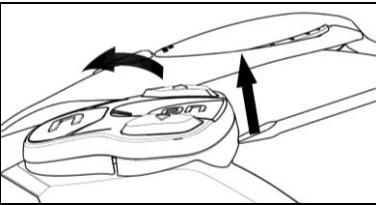

Fig. 28
- Rimuovere la tastiera dalla calotta, facendo leva come indicato in Fig. 28.